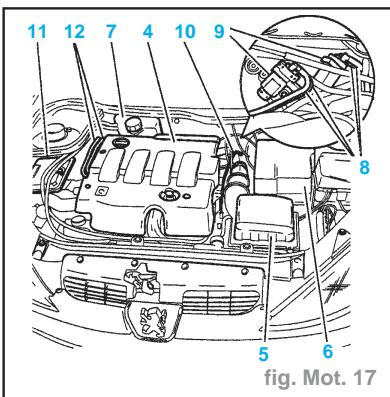

fig. Mot. 17
- Débrider le tuyau de direction assistée (2).
- Déposer la biellette anticouple (3).
- Déposer le cache-style (4) (fig. Mot.17).